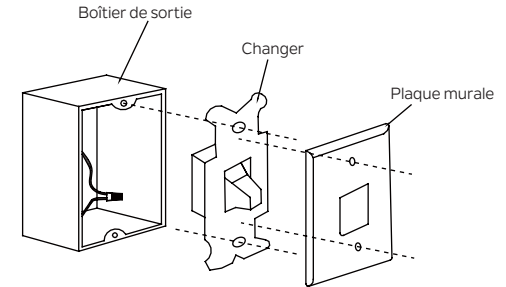

Fig. 26
**Étape 1.** Pour placer l'émetteur dans la plaque murale, insérez d'abord l'extrémité inférieure, puis appuyez sur le haut dans la plaque murale. L'émetteur est maintenant maintenu dans la plaque murale et fonctionnera à partir d'ici. (Fig.26)